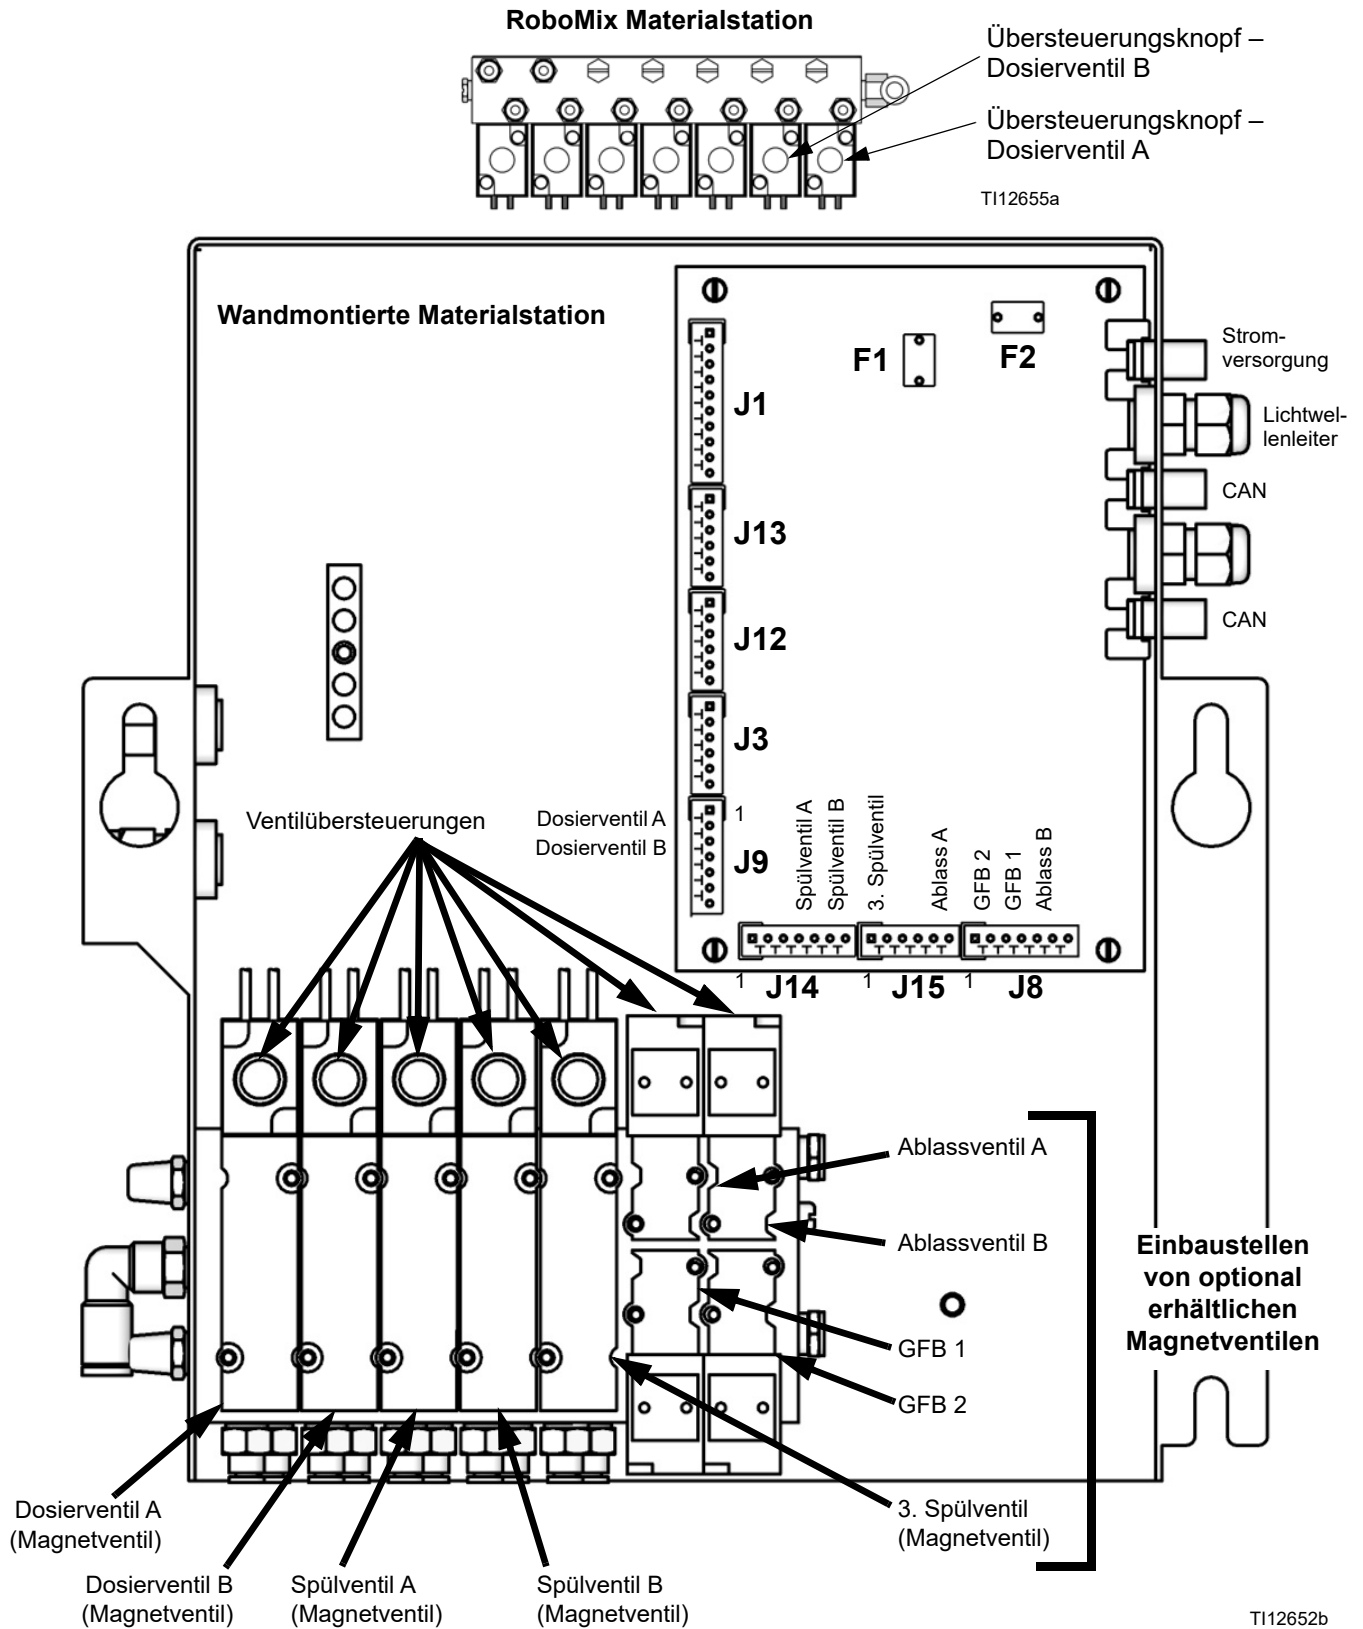

ABB. 5: Platine und Magnetventile der Materialstation
2. Drücken Sie bei betätigtem Pistolenabzug die manuelle Übersteuerung an den Dosiermagnetventilen A und B, um den Druck zu entlasten. Siehe ABB. 5.
5. Drücken Sie bei betätigtem Pistolenabzug die manuelle Übersteuerung an den Spülmagnetventilen A und B, um den Luft- und Lösemitteldruck zu entlasten. Siehe ABB. 5. Vergewissern Sie sich, dass der Lösemitteldruck auf 0 herabgesetzt wurde.
3. Betätigen Sie die Übersteuerung des Ablassmagnetventils der Komponente A und halten Sie diese gedrückt, ABB. 5.
5. Betätigen Sie die Übersteuerung des Ablassmagnetventils der Komponente B und halten Sie diese gedrückt, ABB. 5.
7. Betätigen Sie die Übersteuerung des Ablassmagnetventils der Komponente A und halten Sie diese gedrückt, ABB. 5.
9. Betätigen Sie die Übersteuerung des Ablassmagnetventils der Komponente B und halten Sie diese gedrückt, ABB. 5.
3. Magnetventil defekt.	<p>Betätigen Sie die Ventile manuell: Nehmen Sie dazu die Abdeckung der Materialstation ab und halten Sie dann die Magnetventilübersteuerungsschalter gedrückt und lassen Sie diese wieder los. ABB. 5.</p> <p>Verwenden Sie die Diagnosefunktionen der Platine, um die Signale zu überprüfen. Wenn die Signale nicht korrekt erfolgen, gehen Sie zu Ursache 4.</p> <p>Die Ventile sollten sich rasch öffnen und schließen. Wenn die Ventile langsam ansprechen, könnte dies folgende Ursachen haben:</p> <ul style="list-style-type: none"> • Der Luftdruck zu den Ventilsteuervorrichtungen ist zu niedrig. Siehe Ursache 1. • Das Magnetventil ist verstopft. Achten Sie darauf, dass in der Luftzufuhr ein 5-Mikron-Filter installiert ist. • Irgendetwas verstopft das Magnetventil oder die Leitung. Überprüfen Sie die Luftabgabe aus der Luftleitung bei Betätigung des jeweiligen Ventils. Beseitigen Sie die Verstopfung. • Ein Dosierventil ist zu weit eingedreht. Hinweise zur Einstellung finden Sie in der ProMix 2KS Betriebsanleitung. • Materialdruck ist zu hoch und Luftdruck ist zu niedrig. • Materialdichtung in Ventil ausgefallen. Reparaturhinweise finden Sie im entsprechenden Ventilhandbuch.